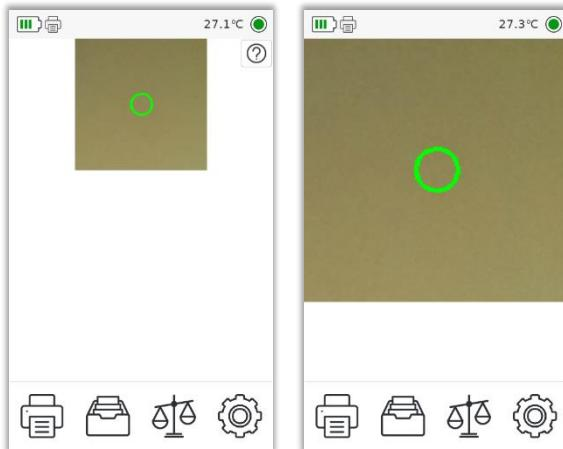

Рисунок 4 Главное окно ПО спектрометра
После перехода в главное окно программы (Рисунок 4) можно изменить настройки прогрева или отключить его (п.5.6.1.8.5).
- 5.1.7. В верхней части экрана (Рисунок 4) отображается следующая информация:
- 5.1.9. Для увеличения изображения, получаемого с видеокамеры прибора, нажмите на это изображение. Повторное нажатие уменьшит изображение до первоначального размера (Рисунок 4).